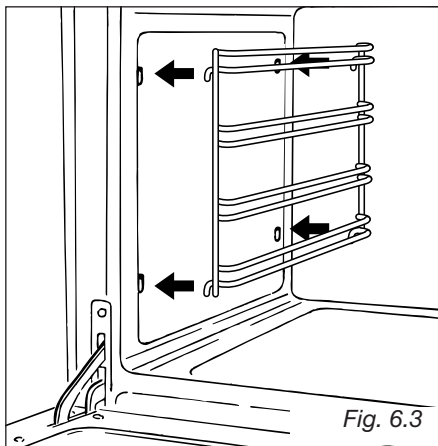

Fig. 6.3
- Accrocher les grilles latérales fig. 6.3).